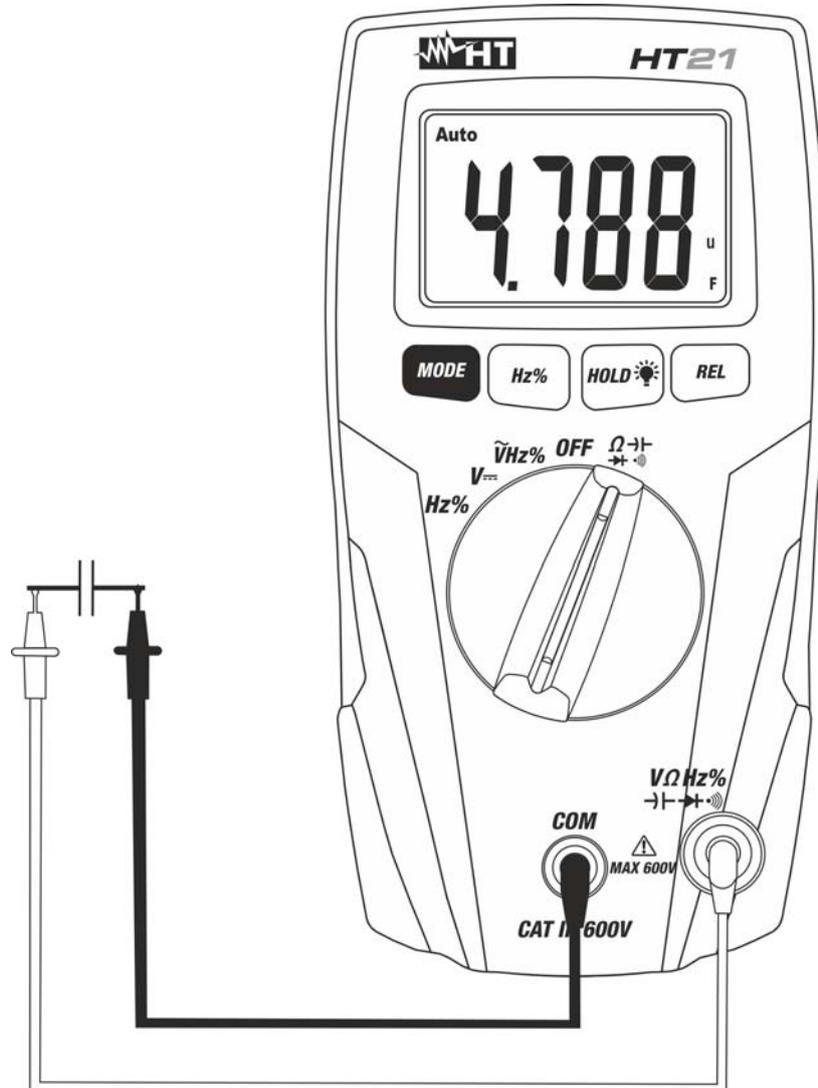

Fig. 7: Utilisation de l'instrument pour la mesure de Capacité
5. Positionner les embouts aux extrémités du condensateur sous test en respectant, éventuellement, les polarités positives (câble rouge) et négatives (câble noir) (voir Fig. 7). La valeur de capacité sera affichée à l'écran